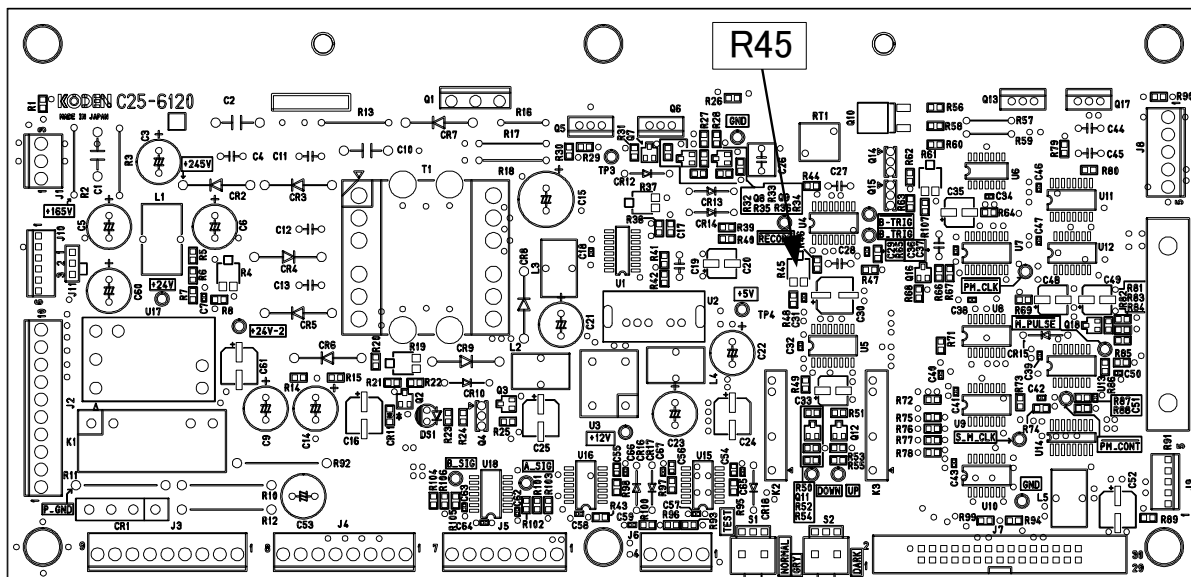

図 6.1 C25-6120 R45 配置説明図
- C25-6120 R45 を回すと、記録開始位置を変更することが出来ます。（図 6.1 参照）。R45 の調整は、ードライバー（小）を使用します。